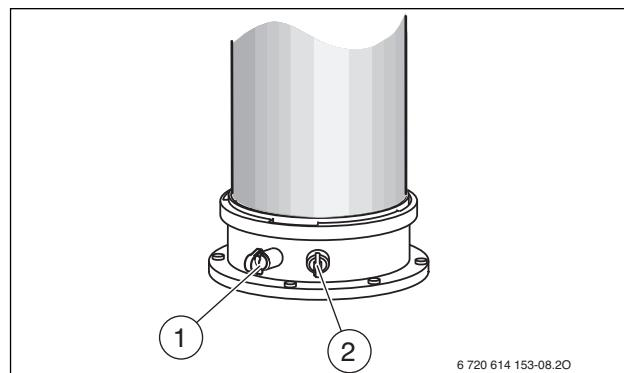

Bild 40 Abgasmessstutzen und Verbrennungsluft-Messstutzen
- Stopfen am Abgasmessstutzen [1] entfernen (→ Bild 40).